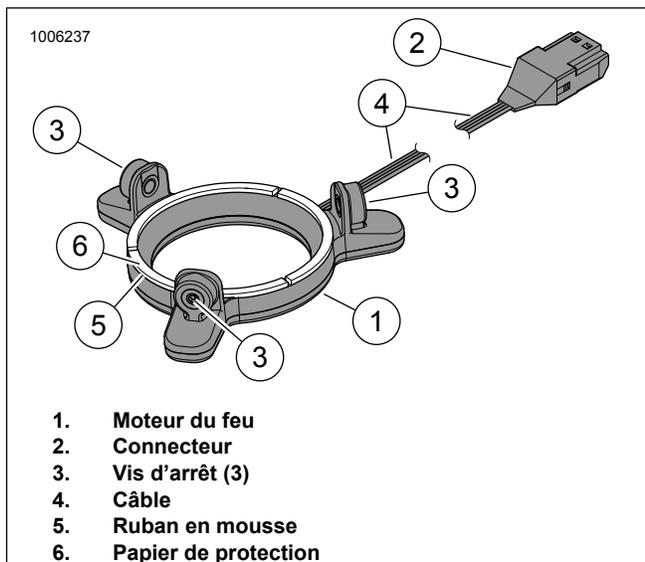

Figure 25. Feu DÉL, haut-parleur Stage II rond
7. Voir la figure 25. Retirer le papier de protection (6) du ruban de mousse (5) à l'arrière du moteur du feu (1).